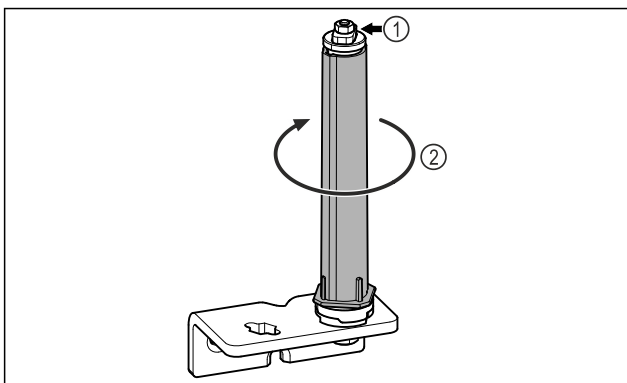

Fig. 18
- ▶ Neardykite durų uždarymo sistemos Fig. 18 (1).
- ▶ Sukite uždarymo sistemą Fig. 18 (2), kol ji užsifiksuos.